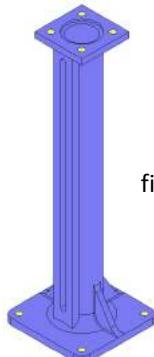

fig. 6
- Columna de maniobra recta (fig. 6)